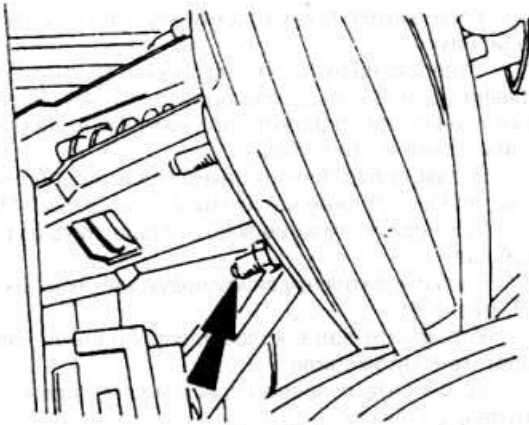

Рис. 5.5
- ♦ Затяните гайку нижнего кронштейна механизма гидравлического усилителя (рис. 5.5).